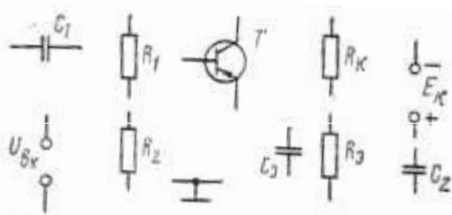

Рис. 118
**Задача 2 (варианты 91—100).** Составить схему усилителя низкой частоты на транзисторе, включенного по схеме с общим эмиттером, из элементов, указанных на рис. 118. Объяснить назначение элементов схемы и ответить на вопрос своего варианта из табл. 72.